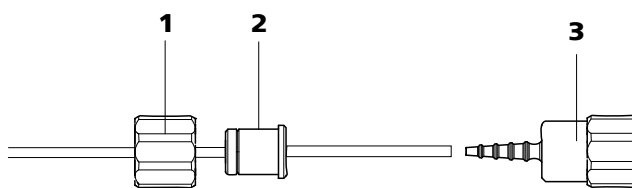

图 29 安装不带过滤器的泵管接口
- **情况 B：不带过滤器** 6.2744.160 （参见图 29，第 47 页）的泵管接口。